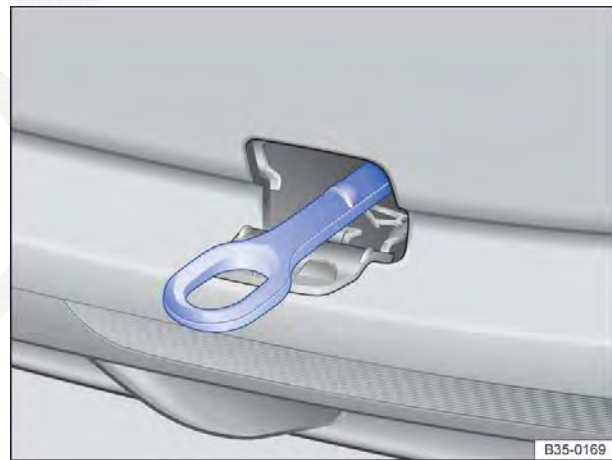

Fig. 262 No para-choque traseiro à direita: argola de reboque rosqueada.
- Rosquear a argola de reboque ⇒ Fig. 262 tão firme quanto possível **no sentido anti-horário** no alojamento ⇒ ⚠. Utilizar um objeto apropriado com o qual a argola de reboque possa ser rosqueada totalmente e com firmeza no alojamento.
- Após o processo de rebocagem, girar a argola de reboque ⇒ Fig. 262 com um objeto adequado **no sentido horário**.